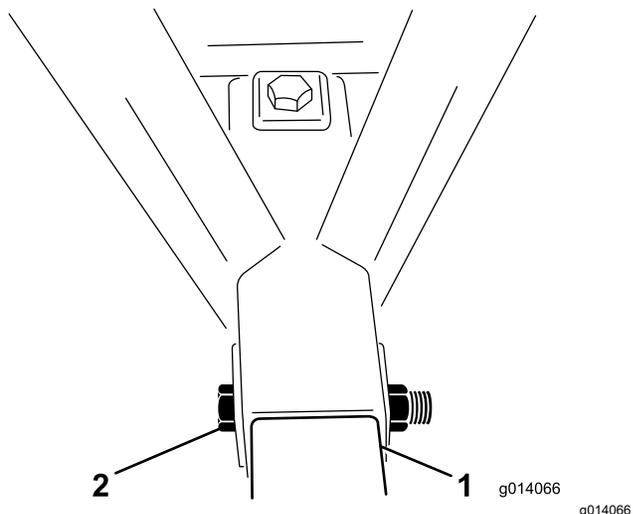

図 4
5. ボルト1 x 6½"1本を、フレームとヒッチチューブに通し、ロックナットで固定する **図 4**。ロックナットを 976-1,193 N·m 100-122 kg.m = 720- 880 ft-lb にトルク締めする。
6. ボルト1 x 6½"1本を、フレーム上部から下へヒッチチューブを貫通させてロックナットで固定する **図 4**。ロックナットを 976-1,193 N·m 100-122 kg.m = 720- 880 ft-lb にトルク締めする。